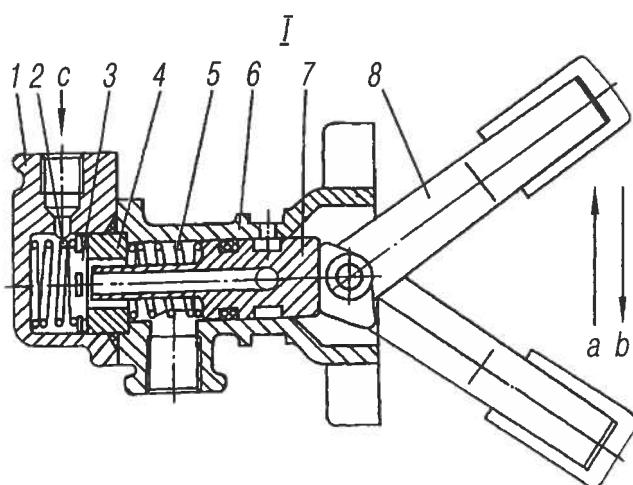

Рис. 113. Кран пневматический:
**Пневматический кран** (рис. 113) служит для дистанционного управления механизмами подъема платформы и закрывания бортов как автомобиля, так и прицепа с помощью сжатого воздуха.